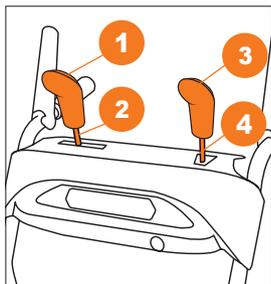

Рис. 13
- Накрутите рукоятки 1 3 рычагов управления на соответствующие штанги 2 4 (Рис. 13).